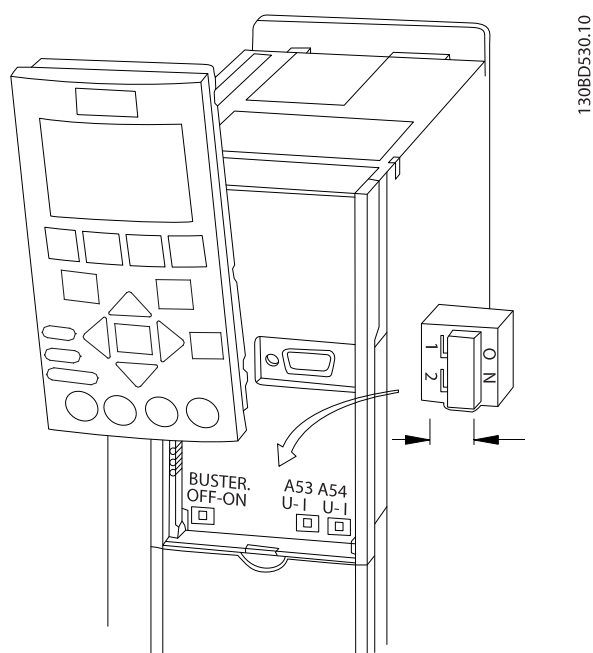

Bild 4.27 Placering av brytarna för plint 53 och 54
1. Ta bort LCP (lokal manöverpanel) (se Bild 4.27).
- En brytare (BUS TER) finns på styrkortet för bussavslutningsmotstånd. Se Bild 4.27.